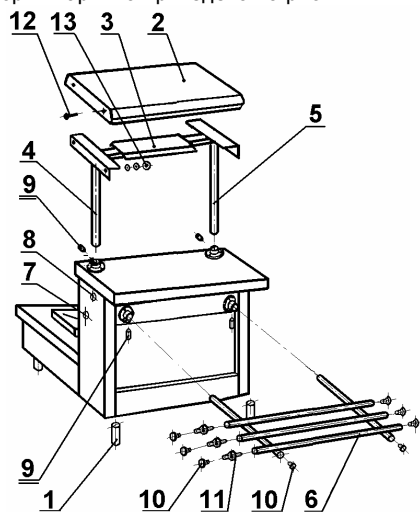

Рис. 4
6.5 Схема сборки мармита приведена на рис. 4.